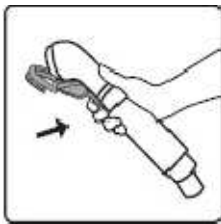

fig.24
1. Appuyez sur la poignée pour ouvrir la pince à plis. (fig.24)